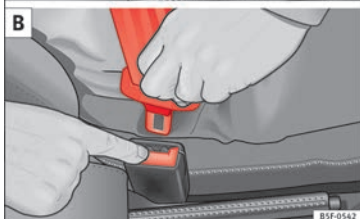

Bild 100 Positionera och avlägsna säkerhetsbältets lås.
- För in låstungan i låset för motsvarande säte och tryck ned till dess att den låser fast med ett tydligt klick » **bild 100.**
- Tryck på den röda knappen på bälteslåset » **bild 100.** Låstungan frigörs och hoppar ur låset » .